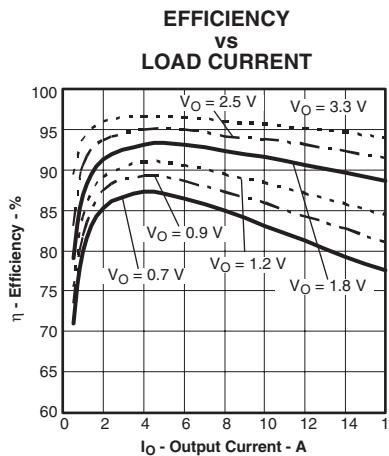
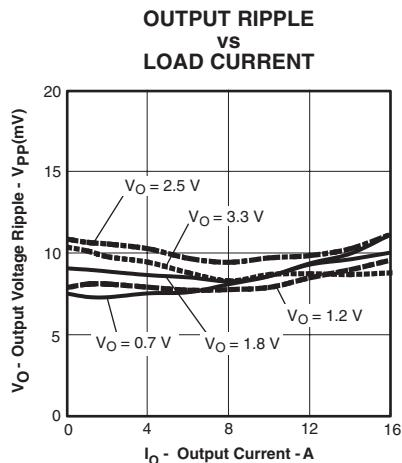
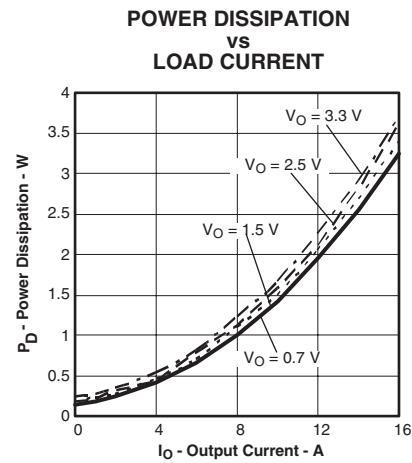

図 6
図 7
図 8
(1) この電気的特性データは、実際の製品を25°Cでテストして得られたものです。このデータはコンバータの代表的特性と考えられます。以上は図6、図7、図8に適用されます。